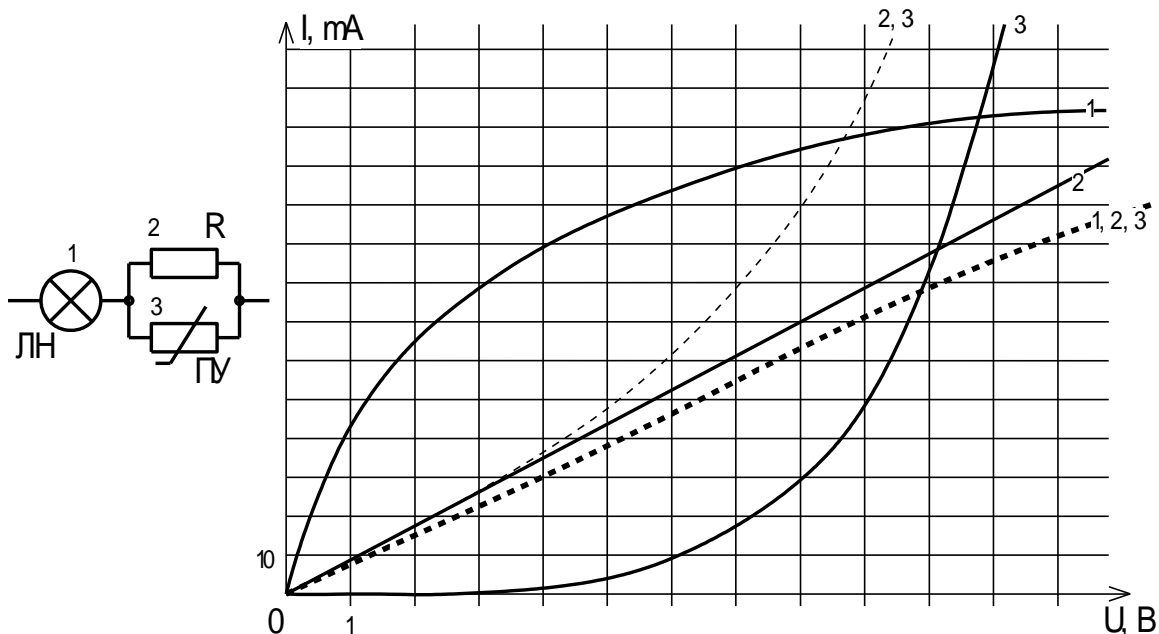

Рис. 2.
**Задача 2.** На рис. 2 изображены фрагмент схемы электрической цепи, содержащий нелинейные элементы, обозначенные номерами 1–3, и вольт-амперные характеристики элементов, участка «2, 3» и всего фрагмента – «1, 2, 3». Определить по ним ток лампы накаливания (элемент 1) фрагмента схемы, который возникнет в ней, если на полупроводниковом устройстве (элемент 3) будет действовать напряжение 8 В.